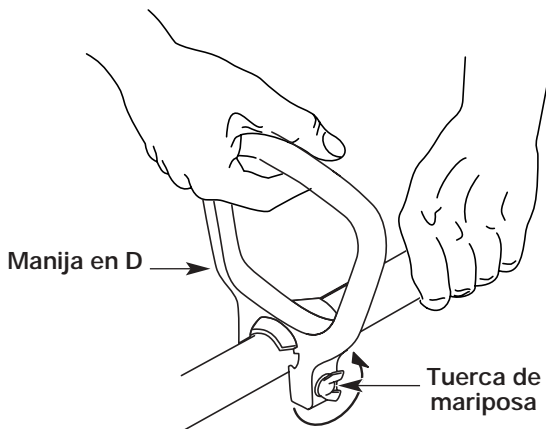

Fig. 2
2. Afloje la tuerca de mariposa (Fig. 2). No es necesario sacar la tuerca de mariposa, la arandela ni el perno.
3. Coloque la manija en D en el lugar que le brinde el mejor agarre y ajuste la tuerca de mariposa (Fig. 2).